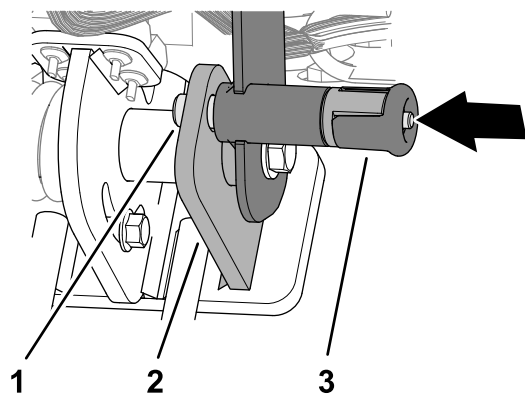

Figure 6
4. Relevez le timon et fixez-le en position avec la goupille de verrouillage (Figure 6).